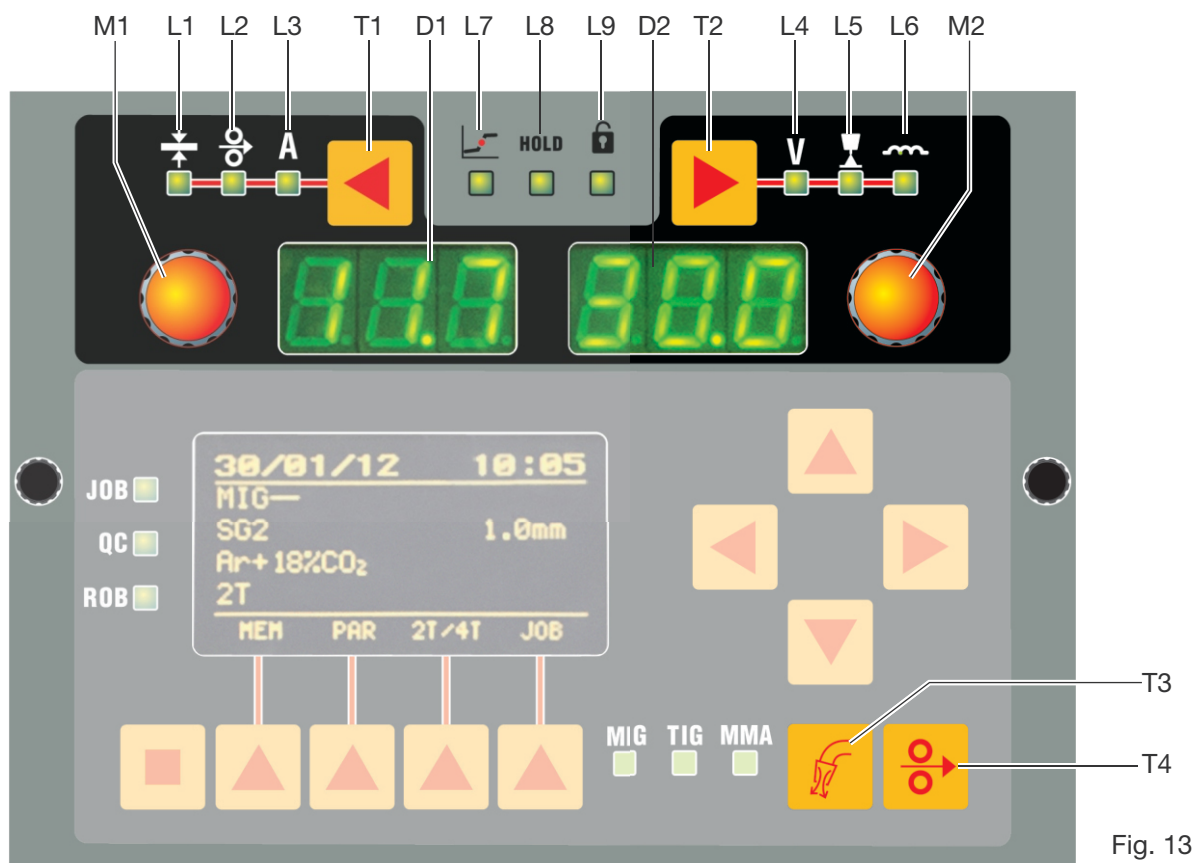
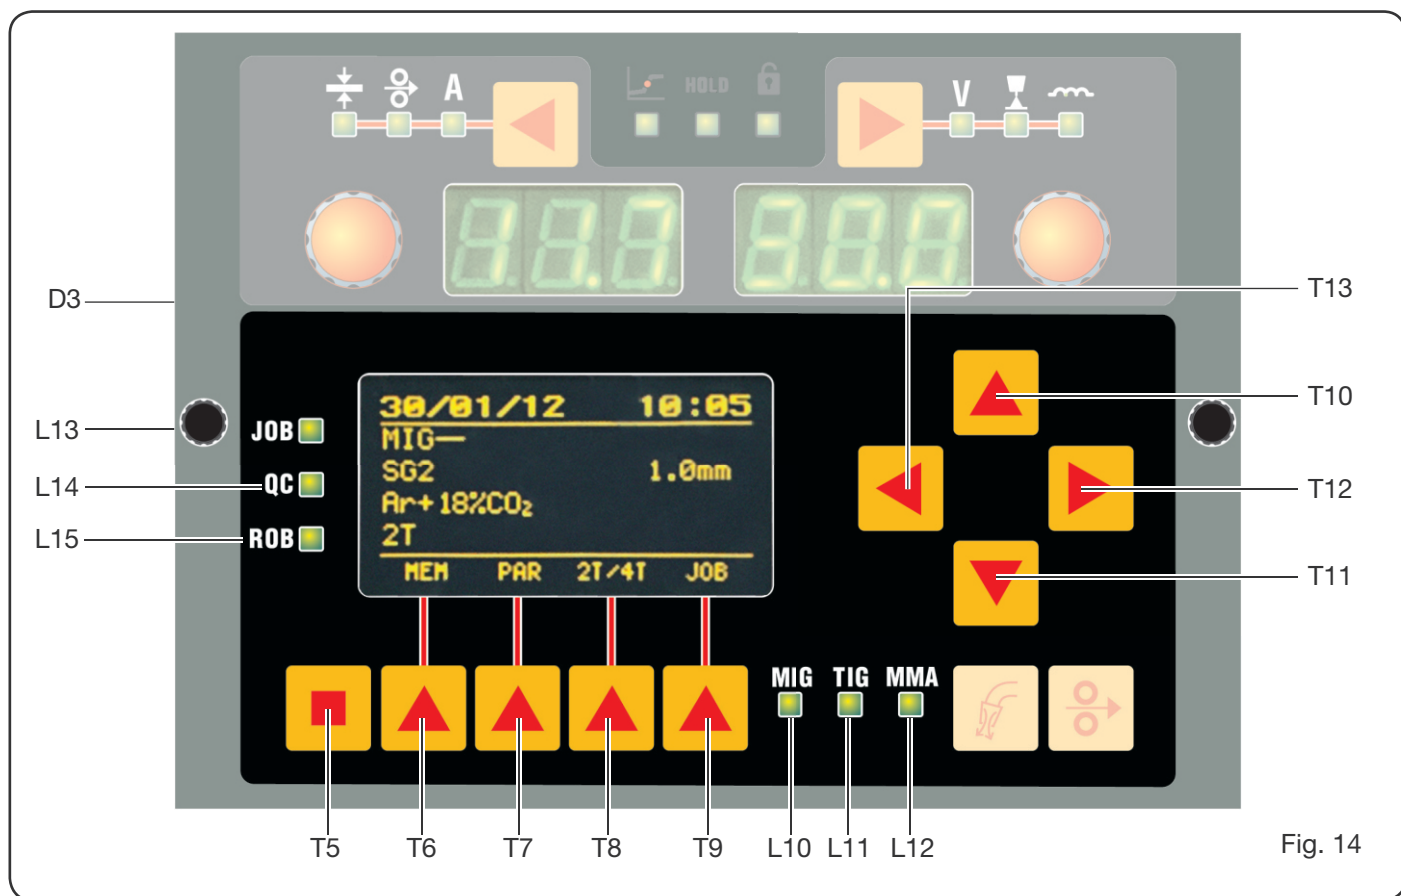

Fig. 13
Fig. 14
O painel de comandos é constituído por uma zona de **controlo** (Fig. 13) e por uma zona de **configurações** (Fig. 14).
6.1 PAINEL DE CONTROLO (FIG. 13).
6.2 PAINEL DE CONFIGURAÇÕES (FIG. 14).